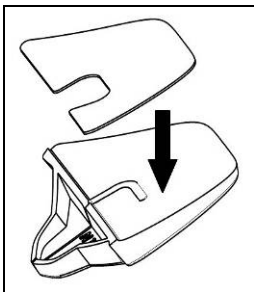

Abb. 3
- Bringen Sie das beidseitig klebende, mitgelieferte Befestigungsteil auf dem ausgewählten Adapter aus Plastik an (Abb. 3);